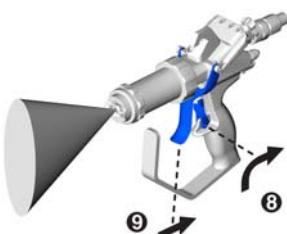

Рис. 29
9. Снимите спусковой крючок пистолета с предохранителя. См. Рис. 29.
10. Нажмите на спусковой крючок с целью распыления. См. Рис. 29.